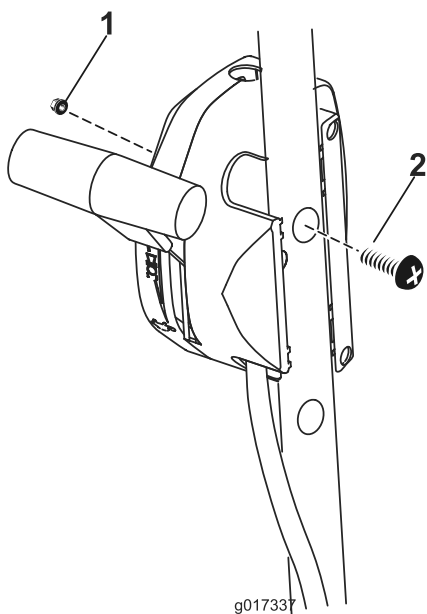

图5
- 将油门组件安装到手把外侧，并用螺母和盘头螺钉进行固定（图5）。